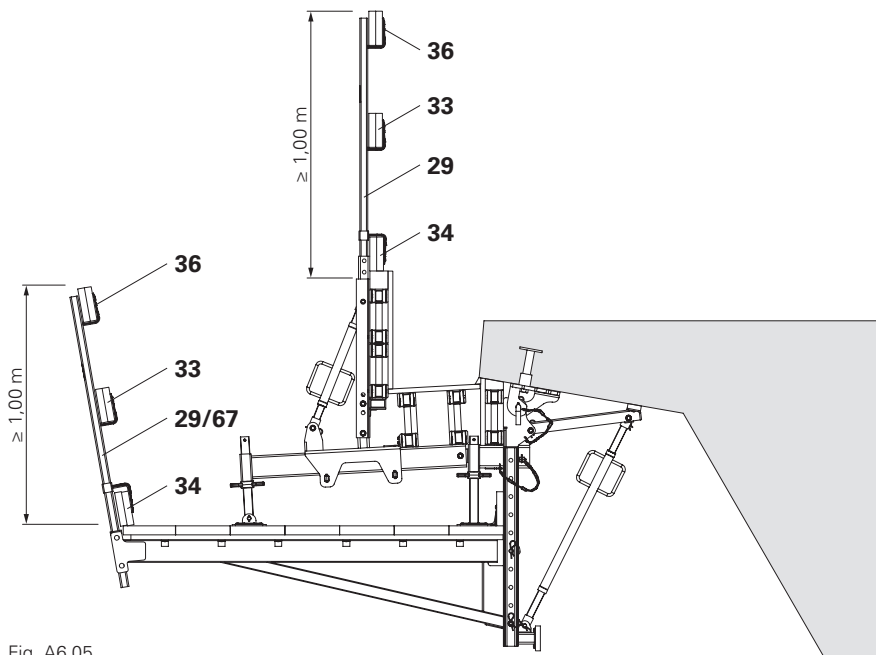

Fig. A6.05
- Fissare le tavole per parapetto (**33**) e le tavole fermapiede (**34**) ai montanti parapetto-2 HSGP (**29**) con chiodi o viti per legno (**36**). (Fig. A6.05)